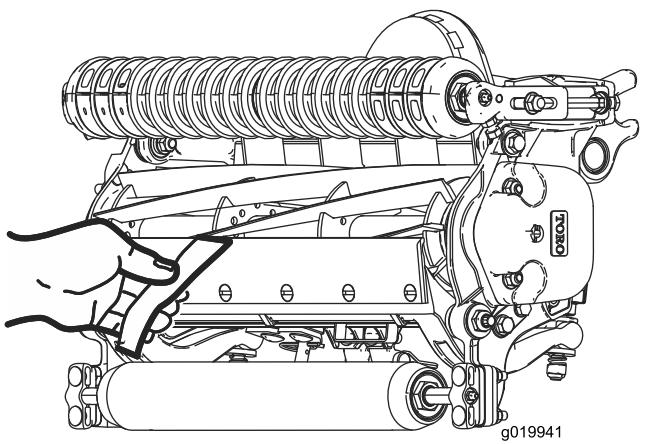

図 18
10. 切れ味確認用のペーパートロのパーツ番号 125-5610 を一枚、リールと下刃との間に、下刃に対して直角になるように差し入れて、カッティングユニットの切れ味をテストする図 18。ゆっくりとリールを回転させるこれで紙が切れれば合格である。